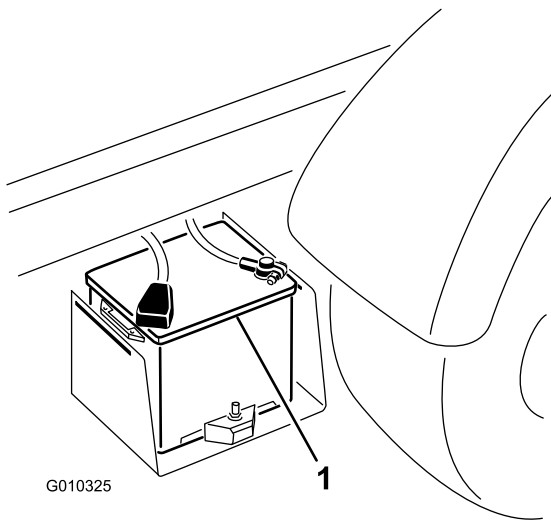

Figura 48
2. Conecte un cable de batería entre los bornes positivos de las dos baterías (Figura 48). El borne positivo está identificado con un signo + en la tapa de la batería.